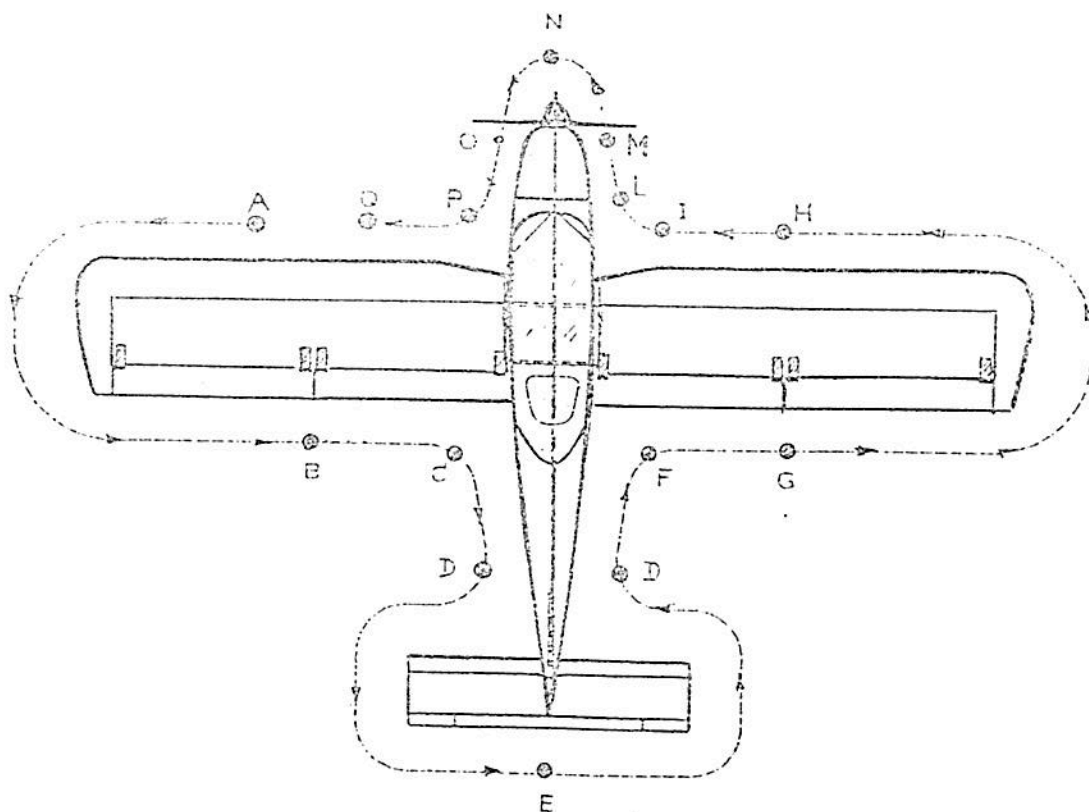

Abbildung 4.1
4.3 Vorflugkontrolle (siehe hierzu die Abbildung 4.1)
- (A) Kontrolle der linken Tragflügelnase auf Beschädigungen und Verschmutzungen
- (B) Kontrolle linken Querruders und der Landeklappe auf Freigängigkeit, Spiel und Beschädigungen
- (C) Überprüfung des linken Rades auf Reifendruck und Rutschmarke sowie den Reifenzustand